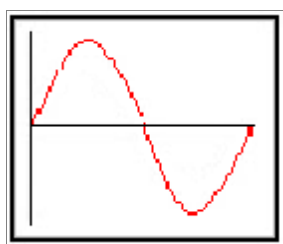
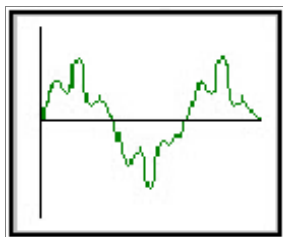

Рис. 1. Нормальная синусоида с основной частотой 50 Гц
Рис. 2. Синусоида с присутствием 5 и 7 гармоникой с частотой 250 Гц
1. Гармонические искажения. В сетях электроснабжения из-за нелинейности нагрузки возникают высшие гармоники (Рис. 1. и Рис. 2.), которые являются ключевой причиной выхода из строя «конденсаторных установок». Гармоники – есть продолжительные возмущения или искажения в электрической сети, имеющие различные источники и проявления такие как импульсы, перекосы фаз, броски и провалы, которые могут быть категоризованы как переходные возмущения. Самыми опасными считаются — 3-я; 5-я; 7-я; 9-я и 12-я высшие гармоники.